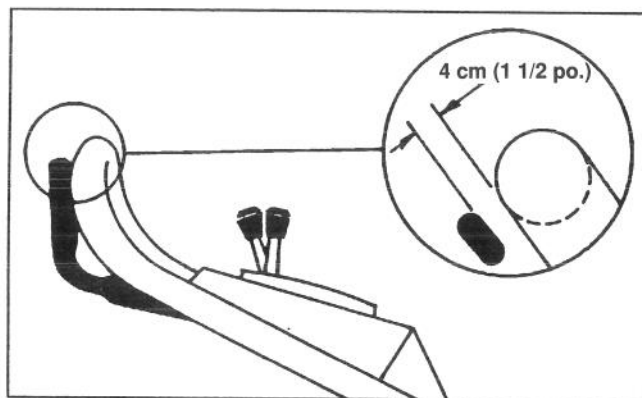

Figure 24
3. VÉRIFICATION DU RÉGLAGE – Le réglage est correct lorsque les roues commencent à tourner librement alors que la barre de commande se trouve à environ 4 cm (1 1/4 po.) du mancheron (Fig. 24).